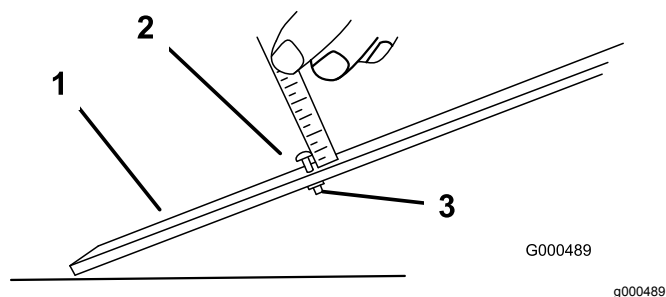

Figura 14
1. Allentate il dado sulla barra di riferimento e impostate il bullone di regolazione all'altezza di taglio desiderata (Figura 14).